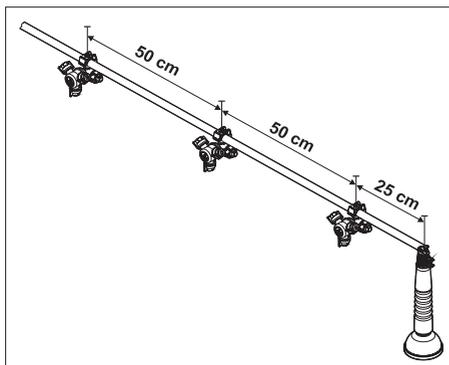

Fig. 3
- Montate i generatori di schiuma all'estremità delle barre, utilizzando i supporti forniti in dotazione, ad una distanza dall'ultimo getto diserbante pari a metà distanza dei getti stessi (Fig. 3).